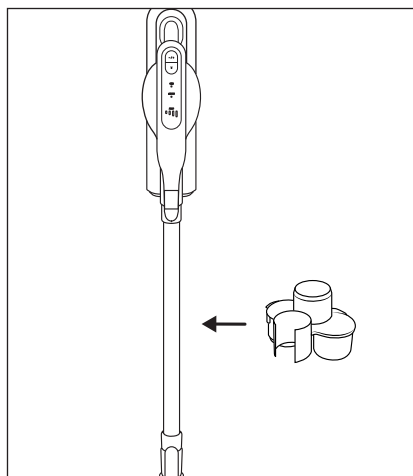

Fig. 16
- ◆ Appuyez sur l'interrupteur Marche/Arrêt ②③ pour éteindre l'appareil. L'écran d'affichage ②⑦ s'éteint.
- ◆ Fixez le support pour accessoires ①⑦ sur le tube d'aspiration ②④ (voir fig. 16).